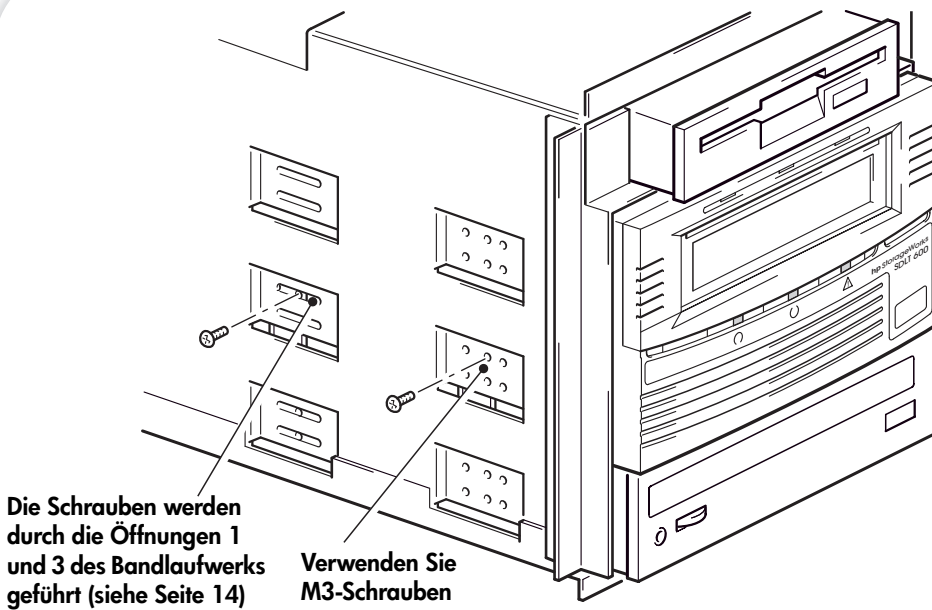

Abbildung 8b: Befestigen des Laufwerks ohne Einbauteile
- 1 Verwenden Sie die mit dem Bandlaufwerk gelieferten M3-Schrauben, um es zu befestigen. Überprüfen Sie, ob die Öffnungen seitlich am Laufwerk an den Öffnungen im Gehäuse ausgerichtet sind, und befestigen Sie die M3-Schrauben mit einem gewöhnlichen Kreuzschlitz-Schraubendreher (siehe Abbildung 8b). Befestigen Sie die Schrauben in den Öffnungen (1 und 3) auf der rechten Seite des Bandlaufwerks.